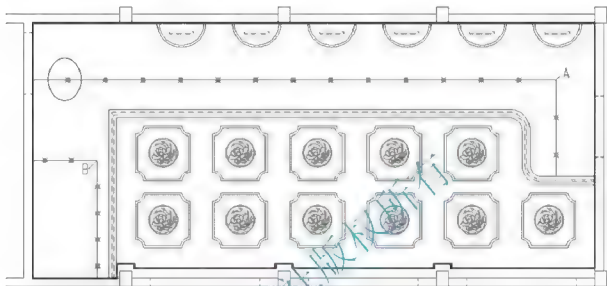
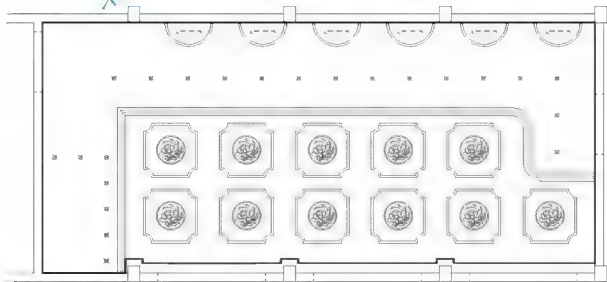

图 4.129 定距插入其他筒灯
图 4.130 修整图形
- (1) 将【灯具】层设置为当前层，打开【正交】、【对象捕捉】和【对象追踪】功能。
(2) 多次重复【绘图】|【点】|【定距等分】命令，分别选择 B 线偏上部分（等分距离为 950），C 线偏右部分（等分距离为 650），D 线偏上部分（等分距离为 650），结果如图 4.129 所示。
单击【绘图】工具栏上的【点】图标或在命令行输入“Po”后按 Enter 键，启动【点】命令。在指定点：提示下，分别捕捉图 4.129 内的 A 点和 B 点，形成转角处的两个筒灯。
最后将图 4.129 圆圈内的筒灯和辅助线删除，结果如图 4.130 所示。